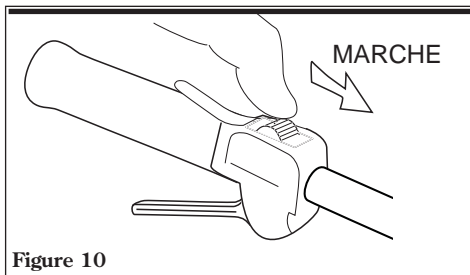

Figure 10
1. Glisser l'interrupteur d'allumage sur la position « I » (MARCHE). Voir figure 10.